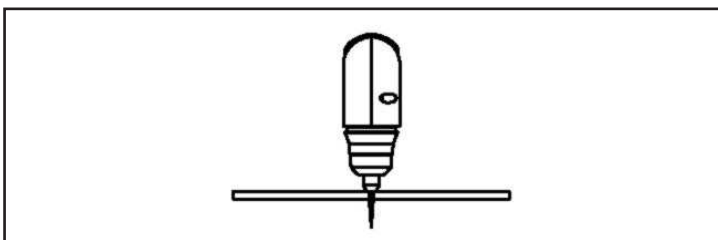

Abb. 19
- Beenden Sie das Bohren aus der Schnittlinie und schneiden Sie dann weiter auf der Linie. Halten Sie den Brenner senkrecht zum Werkstück wenn Sie es durchgebohrt haben. Abb. 19